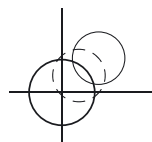

Abb. 7
- Eliminieren Sie die Hälfte des Fehlers mit den Fußschrauben an der Dosenlibelle (Abb.7).
### d) Eliminieren Sie die andere Hälfte des Fehlers mit den Justierschrauben (Abb.7).